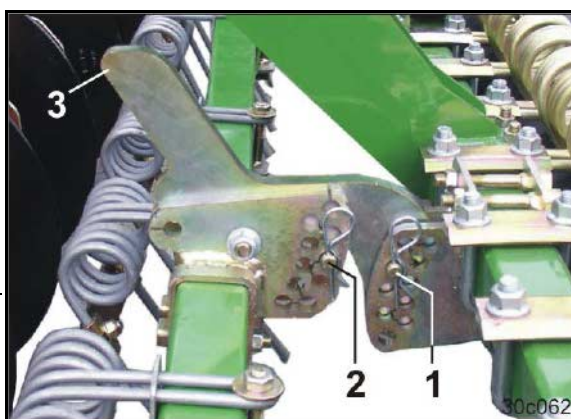

Рис. 90
2. Рычаг (Рис. 90/1) натяните при помощи рукоятки для проворачивания высевающих аппаратов сеялки.
3. Крепежный палец (Рис. 90/2) вставьте в отверстие под рычагом.